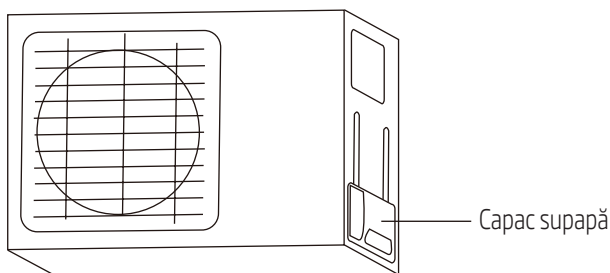

Fig. 7.9
1. Deșurubați capacul de pe supapa etanșă pe partea unității exterioare. (A se vedea Fig. 7.9)